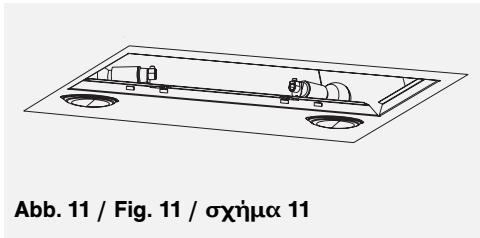

Abb. 11 / Fig. 11 / σχήμα 11
2. Desenrosque a lâmpada E14-40W e substitua-a (**fig. 11**).